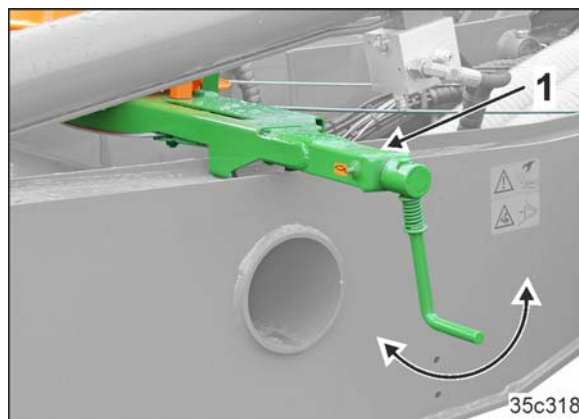

Fig. 129
2. Die Maschinen-Feststellbremse anziehen (Fig. 129/1).